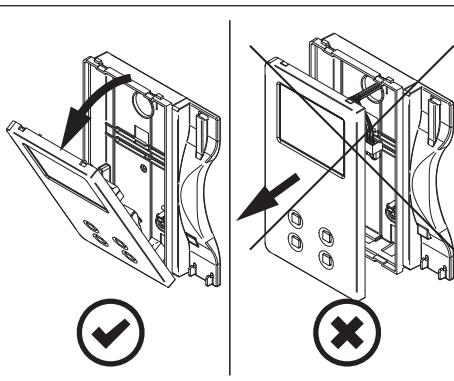

Fig. 4
- Tirare verso l'esterno la parte superiore del coperchio come mostrato in **Fig. 4**. **Non tirare il coperchio in direzione dritta.**